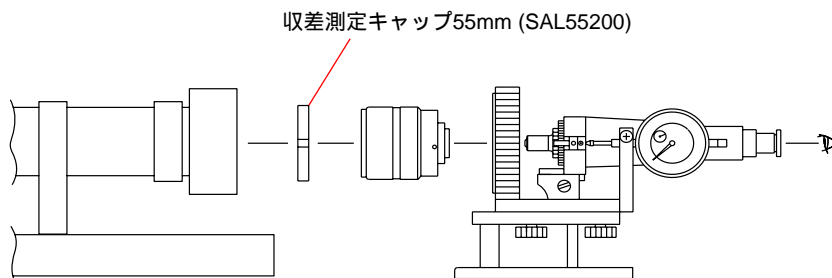

Fig.4-6-1
- 2) Fig.4-6-1 のようにレンズ前面に収差測定キャップ(F8 相当)を取り付け、フランジバック値($f'F$)を測定する。